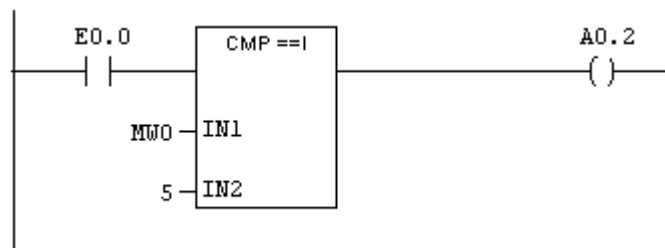

Figura 50. Comparar enteros
b) El sentido de programación de los bloques de contactos de un programa se ejecutara en el sentido de arriba abajo, según puede observarse en la figura 50